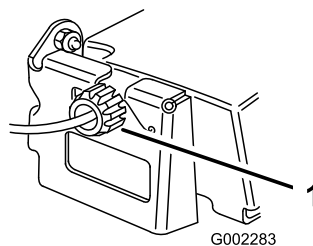

Figura 26
Si el cortacésped no avanza o si tiene tendencia a avanzar lentamente cuando la barra de control está a **más** de 3,8 cm del manillar, ajuste el mando de control de la transmisión de las ruedas, en la parte trasera de la caja de engranajes (Figura 26).
2. Gire el mando de control en el sentido de las agujas del reloj 1/2 vuelta si el cortacésped no avanza. Si el cortacésped avanza lentamente, gire el mando 1/2 vuelta en el sentido opuesto a las agujas del reloj para aflojar la correa (Figura 26).